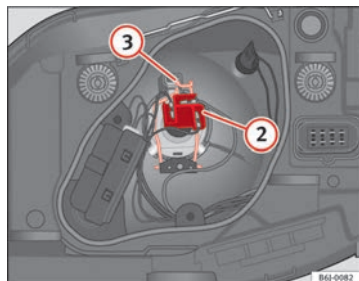

Fig. 158 Anabbagliante e abbagliante faro singolo
- Estrarre il connettore ⇒ fig. 158 ② della lampada.
- Sganciare la molla di ritegno ⇒ fig. 158 ③ premendo verso l'interno e a destra.